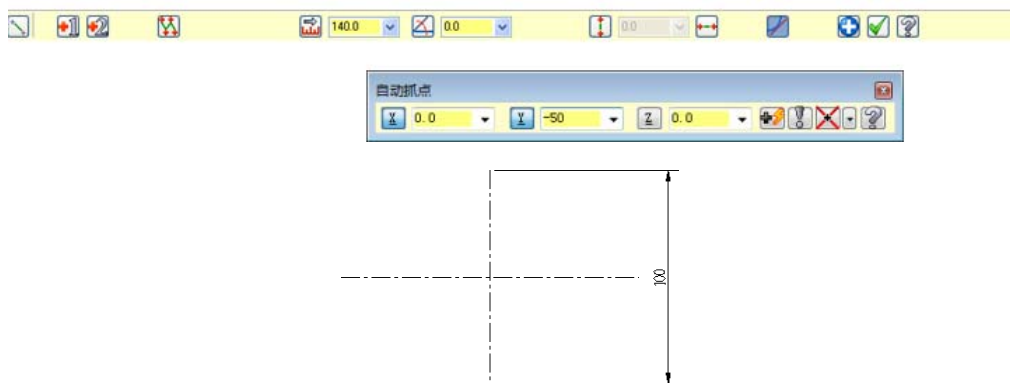

图 12-72 创建垂直中心线
③ 创建垂直中心线。按创建水平中心线的方法创建一条起始、终止坐标分别为 (0, -50, 0)、(0, 50, 0) 的垂直中心线，如图 12-72 所示。